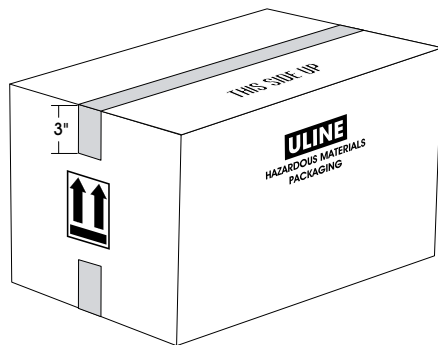

Figure 6
8. Seal top of carton down the center seam with one strip of 2" wide (2 mil) polypropylene tape (Uline Model # S-472). The tape must extend 3" over each end of the carton. (See Figure 6)
8. Scellez le dessus de la boîte le long de la jointure centrale à l'aide d'une bande de ruban adhésif en polypropylène (2 mil) de 5 cm (2 po) de largeur (n° de modèle Uline S-472). Le ruban adhésif doit dépasser de 7,6 cm (3 po) à chaque extrémité de la boîte. (Voir Figure 6)